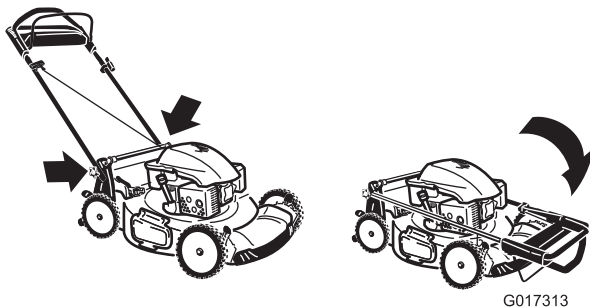

Figure 31
3. Pliez la moitié supérieure du guidon en avant de la manière indiquée (Figure 31).